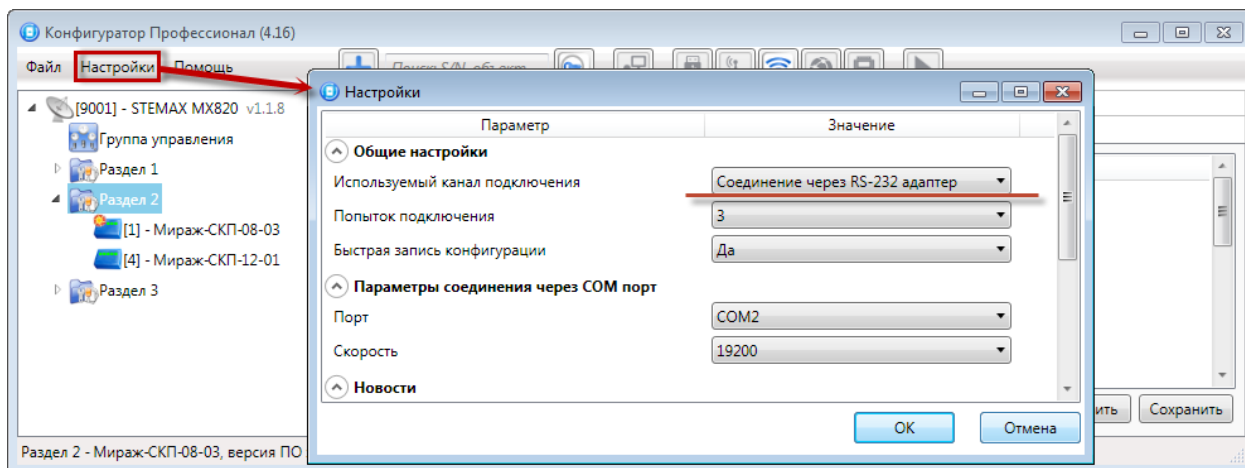

Рис. 12.7. Окно *Настройки*
- 2) Щелкните левой кнопкой мыши по меню *Настройки* в основном окне программы *Конфигуратор Профессионал*, в результате чего откроется окно *Настройки* (Рис. 12.7).